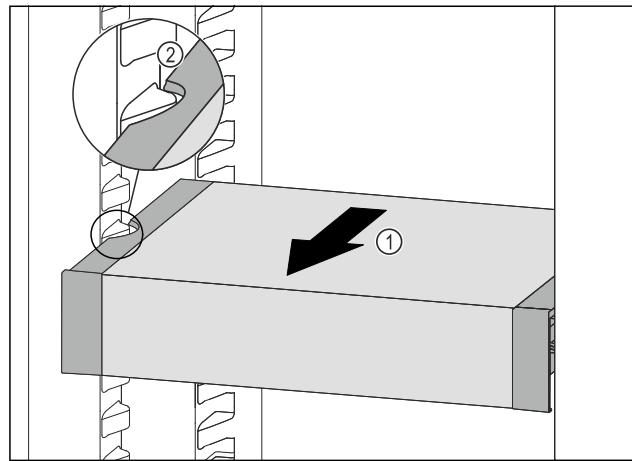

Fig. 132
- Потягнути VarioSafe вперед Fig. 132 (1), поки бокові заглиблена VarioSafe не опиняться на рівні ребра для ємності в охолоджувальному відділенні. Fig. 132 (2)